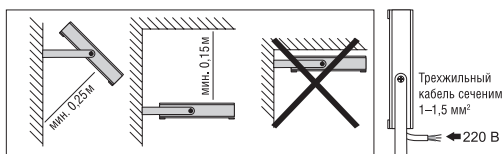

Рис. 2
2. При установке соблюдайте правила, указанные на Рис. 2.